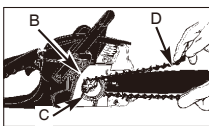

Fig. 4B
2. Før kæden omkring kædehjulet (B), og bag koblingen (C). Sørg for at kædesammensætningerne passer med tandhjulet (Fig. 4B).
3. Før leddene ind i rillen (D), og omkring for enden af sværdet (Fig. 4B).